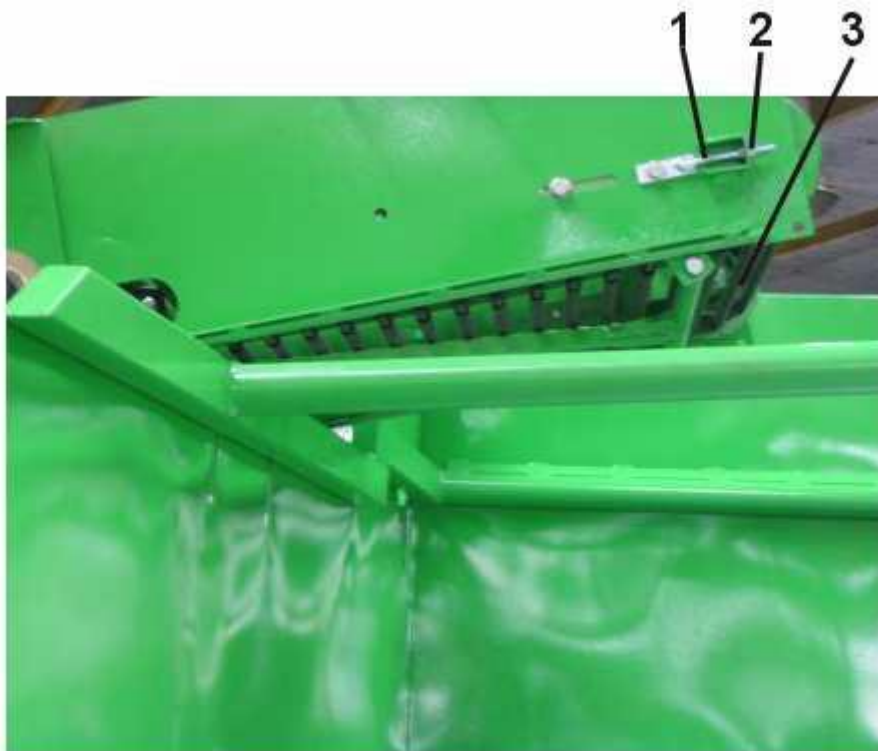

Abb. 48. Einstellen der Ladetransporterspannung
- löse die Schrauben (1 Abb. 48) auf beiden Seiten d es Transporters auf,
- ziehe die Muttern (2) an beiden Seiten des Transporters an, bis die richtige Spannung des Transporters (3) erreicht wird,
- ziehe die Muttern (1) an.